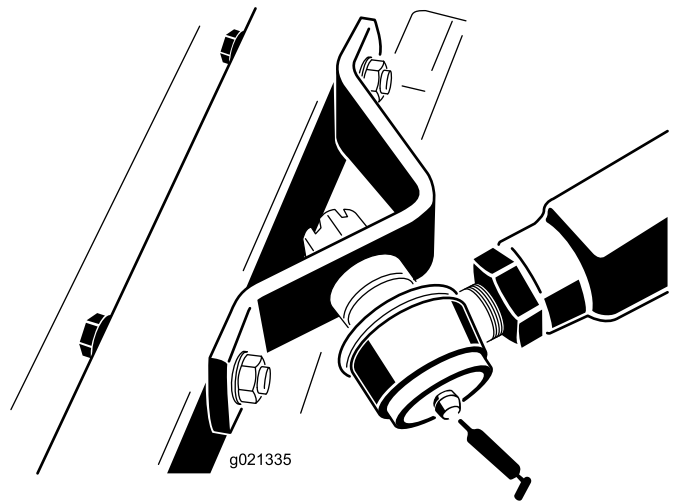

Bild 19
- Rechte und linke Schubarmkugelgelenke, jeweils 1 (Bild 19)